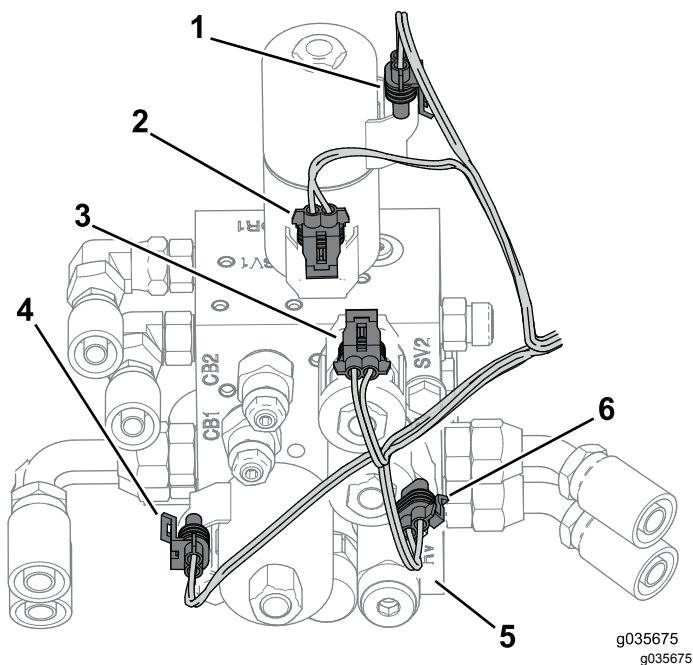

Figura 22
- Collegate il cablaggio preassemblato al collettore idraulico (**Figura 22**).